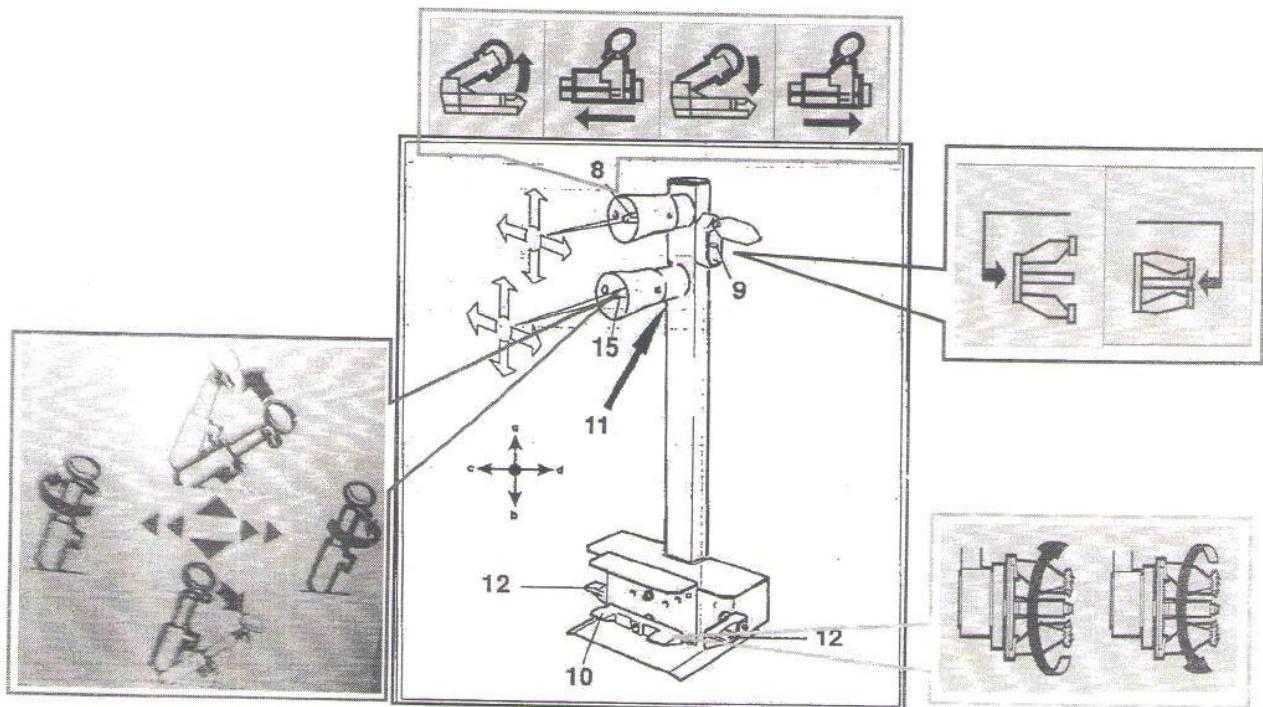
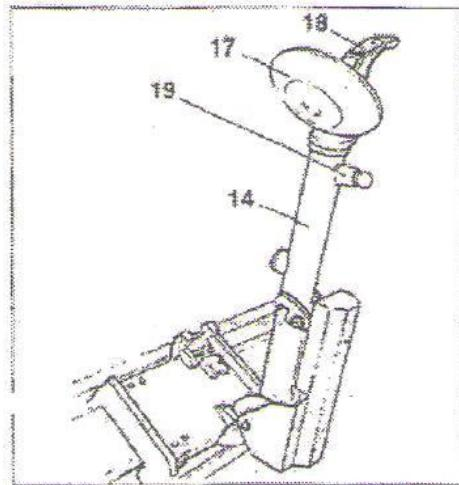
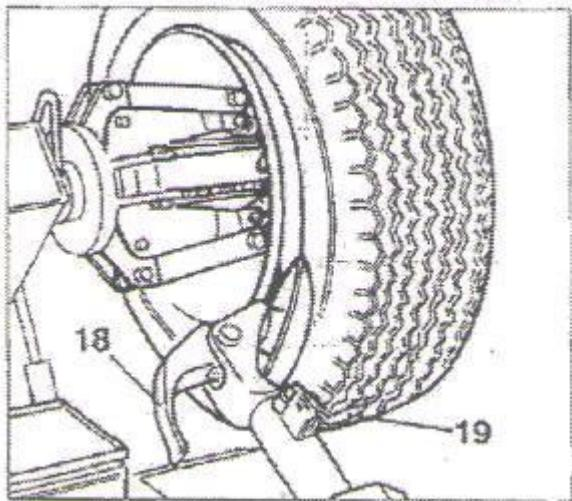

Рис. 6.2
Рис. 6.3
Рис. 7.4
Подвижный пульт управления (рис. 6.2) позволяет оператору работать в любом положении относительно станка. Пульт оснащен следующими органами управления:
1. **Верхний рычаг управления (8, рис. 6.2)** в **положении а** поднимает держатель кулачкового зажима и в **положении б** опускает его. В **положении с** перемещает кулачковый зажим вправо и монтажную лапу влево (они оказываются рядом друг с другом), в **положении д** смещает кулачковый зажим влево и монтажную лапу вправо (теперь они расположены далеко друг от друга).
2. **Нижний рычаг управления (15, рис. 6.2)** в **положении а** перемещает монтажную лапу в нерабочее положение, в **положении б** перемещает лапу в рабочее положение. При перемещении в **положение с** поворачивает монтажную головку на 180 град. против часовой стрелки, при перемещении в **положение д** поворачивает монтажную головку в противоположную сторону и возвращает ее в исходное положение.
3. **Переключатель зажима (9, рис. 6.2)** в верхнем положении разводит рычаги самоцентрирующегося кулачкового зажима (**ФИКСАЦИЯ**), в нижнем положении сводит рычаги самоцентрирующегося кулачкового зажима (**НЕЗАФИКСИРОВАНО**).
4. **Педаль (10, рис. 6.2)** при нажатии с левой или правой стороны включает вращение зажима в направлении, указанном стрелкой на педали.
5. **Выключатель второй скорости (11, рис. 6.2)** при нажатии с педалью (10, рис. 6.2) включает высокую скорость вращения кулачкового зажима.
6. **Педали включения второй скорости вращения (12, рис. 6.2)** перемещают кулачковый зажим и монтажную лапу, каретку на высокой скорости.
- 1) Переместить нижний рычаг управления (15, рис. 6.2) вверх (а), монтажная лапа (14, рис. 6.3) должна повернуться в нерабочее положение.
- 2) Монтажная лапа займет нерабочее положение, при перемещении верхнего рычага управления (8, рис. 6.2) вверх (а) держатель кулачкового зажима (2, рис. 3.1) должен подняться, при перемещении рычага управления вниз (б) держатель кулачкового зажима должен опуститься.
При перемещении верхнего рычага управления влево (с) держатель кулачкового зажима (2, рис. 3.1) перемещается вправо, а монтажная лапа (14, рис. 6.3) влево. Оба приспособления располагаются рядом друг с другом.
Повторить указанные операции (с и д), одновременно нажимая на одну из двух педалей (12, рис. 6.2). Вышеуказанные движения будут происходить на высокой скорости.
- 3) Повернуть рычаг переключателя (9, рис. 6.2) вверх: рычаги зажима (3, рис. 3.1) должны раскрыться. Повернуть рычаг вниз, рычаги зажима сводятся.
Повторить указанные операции, одновременно нажимая на одну из двух педалей (12, рис. 6.2). Вышеуказанные движения будут происходить на высокой скорости.
- 7) Используя нижний рычаг управления (15, рис. 6.2), сложить держатель в нерабочее положение, переместить и зафиксировать его в этом положении (рис. 7.4).
ПРИМЕЧАНИЕ. В процессе отрыва борта шины монтажную головку (18, рис. 7.4) можно вывести из рабочей зоны.